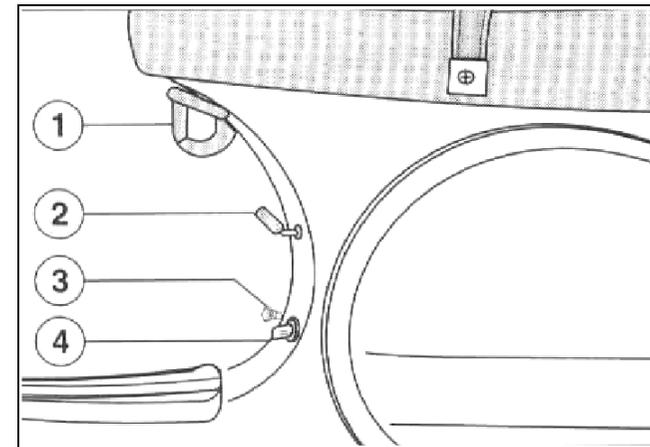

Fig. 13
**Chokeknopf** (Abb. 13): Befindet sich unter der Sitzbank und wird verwendet, wenn der Motor kalt ist und nicht anspringt. Zum Starten des Motors müssen Sie den Chokeknopf herausziehen. Drücken Sie ihn daraufhin, sobald der Motor normal dreht, wieder in seine Ausgangsposition zurück.